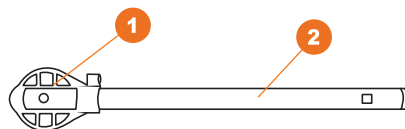

Рис. 2
- Вставьте нижнюю часть рукоятки **1** в кронштейн **2** (рис. 2).